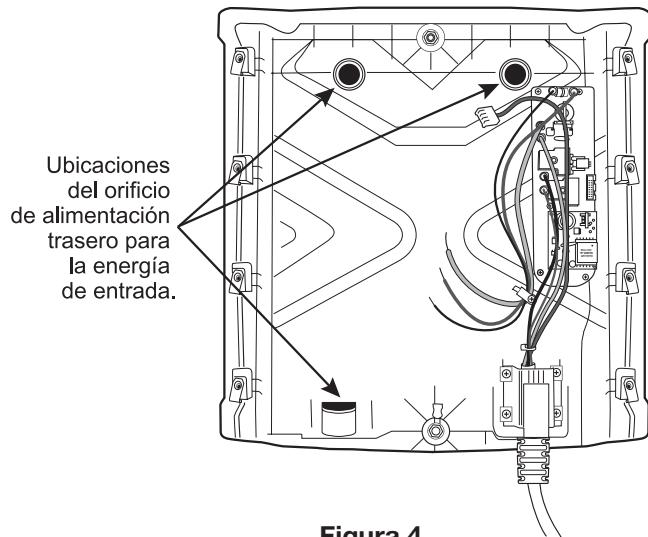

Figura 4
3. Determine cuál de las tres ubicaciones de la base de la estación de carga se utilizará para el cable de energía entrante y realice una perforación en ella (Figura 4).